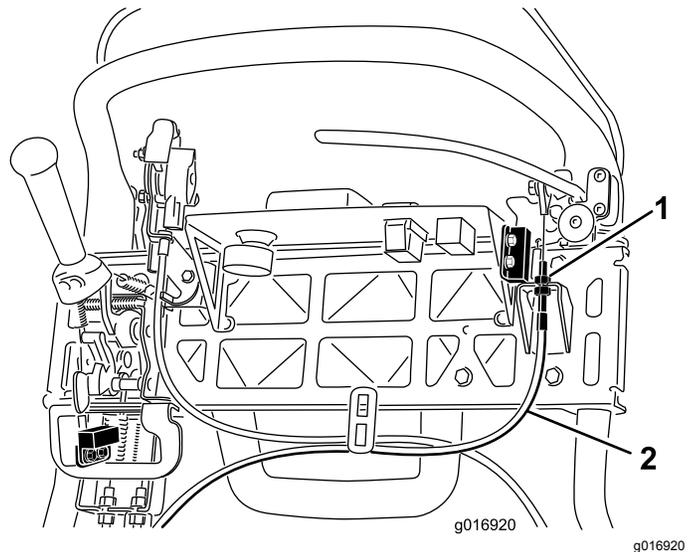

図 43
3. ケーブルの張りを強くするには、上側ケーブルのジャムナットをゆるめて、下側ケーブルのジャムナット 図 43 を締め、156 N15.8 kg の力で駐車ブレーキのラッチが解除されるように調整する